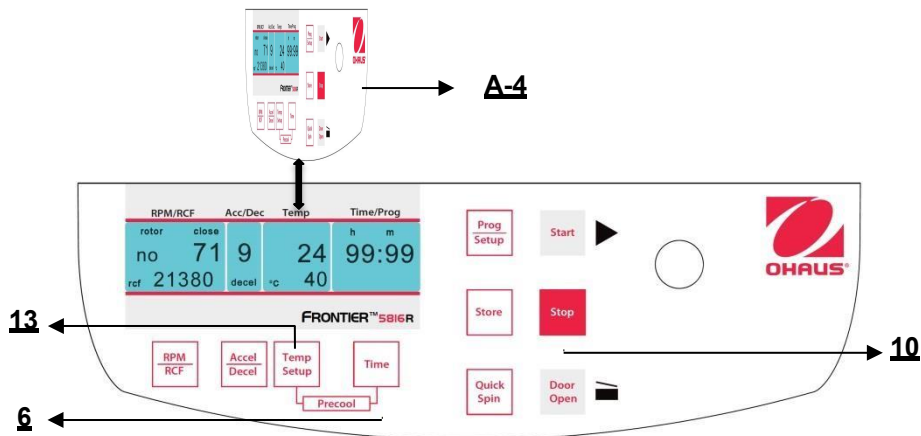
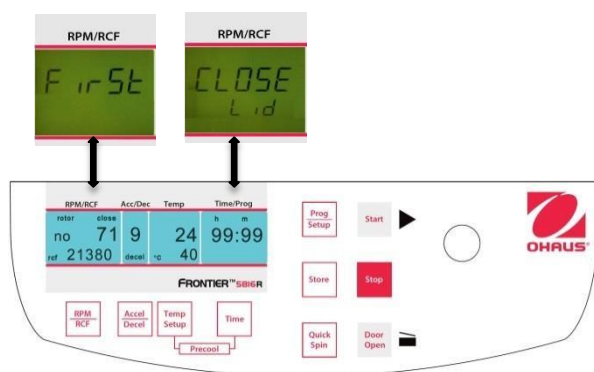

Abbildung. 23
Abbildung 26
Schließen Sie den Deckel der Zentrifuge. Fahren Sie nun fort wie zuvor beschrieben, um alle wichtigen Durchlaufparameter einzustellen. Wenn der Deckel nicht geschlossen ist, wenn Sie das Programm speichern, blinken auf der Anzeige **"RPM/RCF"** (A-1) die Worte **"FirsT"** und **"CLOSE Lid"** (siehe Abbildung 23) abwechselnd. Wenn Sie den Durchlauf starten möchten, ohne das Programm zu speichern, blinken auf der Anzeige **"RPM/RCF"** (A-1) die Worte **"FirsT"** und **"PrESS StorE"** (siehe Abbildung 26) abwechselnd.
Sie können die Zentrifuge entweder mit der Taste **"Start"** (9) (siehe Abbildung 26) oder der Taste **"Quick Spin"** (8) starten.